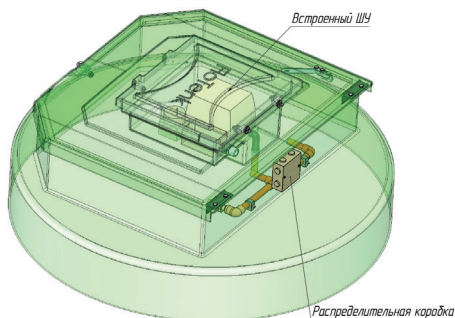

Рис. 6
8.2. Тип 2 - ШУ, встроенный в крышку изделия (рис. 6) возможная опция только для систем FloTenk-BioPurit 15 и FloTenk-BioPurit 35